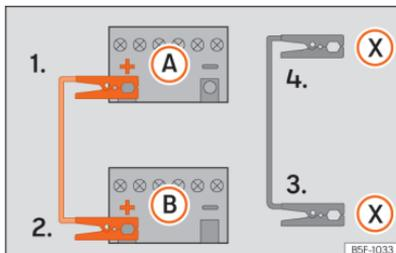

Fig. 196 Esquema de ligação para veículos com sistema Start Stop.
Os cabos de arranque apenas se deverão ligar seguindo a ordem 1 > 2 > 3 > 4 »» Fig. 196.
Nos veículos com sistema Start-Stop: ligue uma extremidade do cabo preto de emergência (X) a um terminal de massa adequado, a uma peça de metal maciça que esteja aparafusada ao bloco do motor ou ao próprio bloco do motor »» Fig. 196.
5. Ligue a outra extremidade do cabo preto de emergência (X), no veículo com a bateria descarregada, a uma peça de metal maciça que esteja aparafusada ao bloco do motor ou ao próprio bloco do motor, mas o mais afastado possível da bateria A.